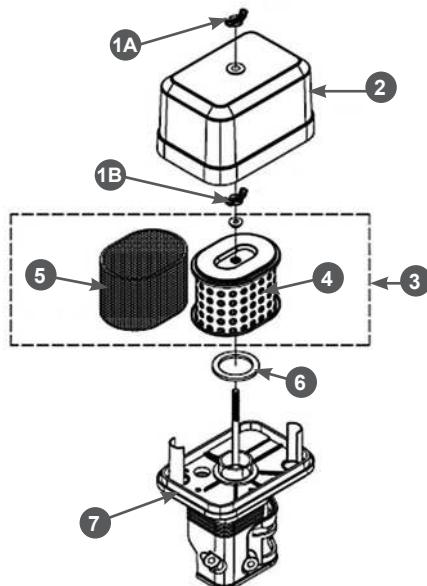

Рис. 12. Обслуживание воздушного фильтра
1. Открутите барашковую гайку 1A и снимите крышку 2 воздушного фильтра (Рис. 12).
2. Открутите барашковую гайку 1B и извлеките из корпуса воздушный фильтр 3 в сборе (Рис. 12).
3. Проверьте целостность и чистоту фильтрующих элементов. Поролоновый (предварительный) фильтрующий элемент 5 установлен на корпусе бумажного фильтрующего элемента 4 (Рис. 12).
4. При незначительном загрязнении промойте поролоновый фильтрующий элемент 5 (Рис. 12) теплым мыльным раствором и просушите. Поврежденный или сильно загрязненный поролоновый фильтрующий элемент замените.
5. Произведите очистку корпуса 7 и крышки 2 воздушного фильтра, не допуская попадания пыли и грязи в воздуховод, ведущий к карбюратору (Рис. 12).
7. Перед установкой воздушного фильтра убедитесь, что уплотнительное кольцо 6 воздушного фильтра находится на месте и не имеет повреждений (Рис. 12).